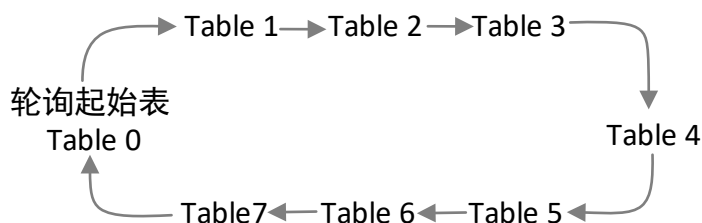

图7-41 默认轮询顺序
1. 在 *LSC Table Selector* 参数下拉选择 LSC 轮询需要使用的参数表，可选择 *Table 0 ~ Table 7* 八张表，请根据实际需求为准。使用八张表时，八张表的默认轮询顺序如图 7-41 所示。